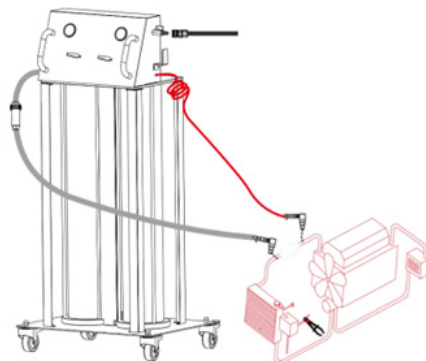

Fig 10.
1. Deconectați furtunul superior al radiatorului, selectați furtunuri de dimensiuni adecvate și pași de adaptor și conectați-le la furtunurile vehiculului. Conectați furtunul de lichid vechi (transparent) pe partea radiatorului și furtunul de lichid nou (roșu) pe partea motorului; (Fig. 10).